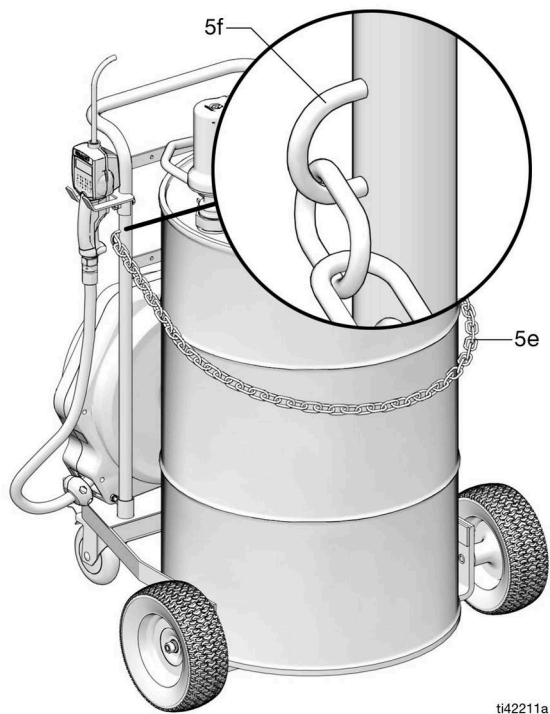

Рис. 35
7. Обмотайте цепь (5e) вокруг бочки, как показано на Рис. 35. Выберите цепь, длина которой соответствует размеру бочки. Закрепите концы цепи в двух проушинах (5f).